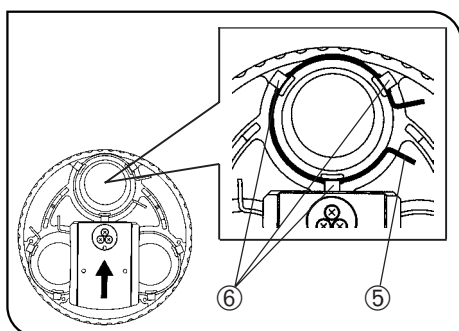

Abb. 8
1. Die Feststellschraube des Revolvers ③ mit dem Sechskant-Schraubendreher lösen und den Revolver ④ herausziehen.
2. Den Revolver umdrehen und den Filter-Schraubring ⑤ durch Eindrücken des Knopfendes lösen.
3. Die benötigten Filter einsetzen und den Schraubring ⑤ mit drei Haken ⑥ wieder befestigen. (Abb. 8)